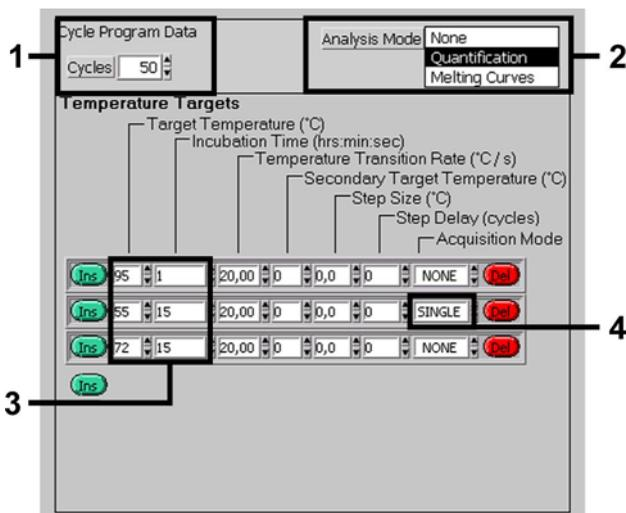

Fig. 5: Amplificação do ADNc.
- C. Amplificação do ADNc Fig. 5